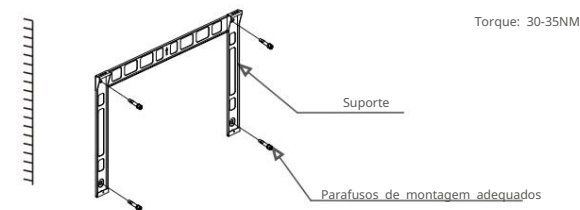
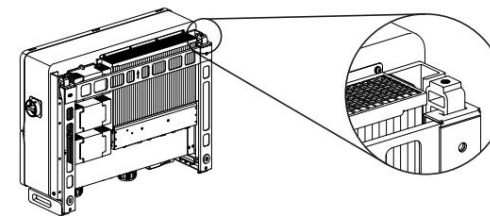

Figura 3.6 Montagem na parede do inversor
Figura 3.7 Instale o inversor
Consulte a figura 3.6 e a figura 3.7. O inversor deve ser montado verticalmente. As etapas para montar o inversor listados abaixo:
1. Consulte a Figura 3.6, faça furos para parafusos de montagem com base no diâmetro do furo do suporte usando uma broca de precisão mantendo a broca perpendicular à parede. A profundidade máxima é de 90 mm.
2. Certifique-se de que o suporte esteja na horizontal. E os orifícios de montagem (na Figura 3.6) são marcados corretamente. Faça os furos na parede em suas marcas.